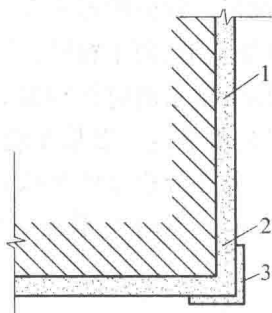

图 1.11 明护角
②明护角做法(图1.11)。在底子灰抹完之后,再做护角。此时要在距阳角5 cm墙面,把石灰砂浆垂直切成直槎,将砖上石灰砂浆清理干净。其方法为先用1:3水泥砂浆抹上一层,随后靠上八字靠尺。参照墙面阳角抹平,隔夜后再靠上八字靠尺,以水泥砂浆抹出一条凸出墙面宽5~7 cm的条带,切齐边口,用捋角器捋成圆角即可。